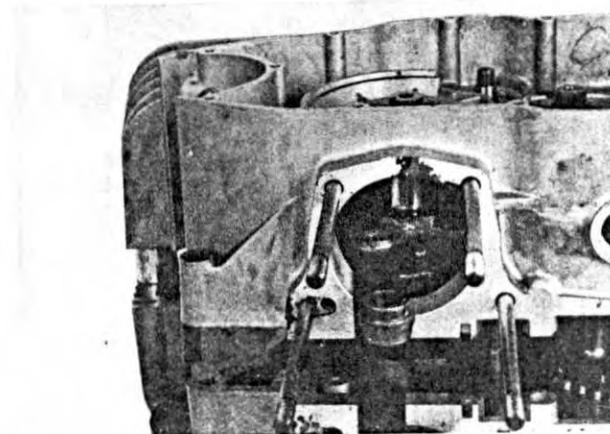

Fig. 124
**ATTENZIONE!** Per separare i due semicarteri, porre la biella come in fig. 124, in modo che il fusto possa passare attraverso l'apposita apertura nel semicarter.
**CAUTION!** When parting the cases, place the connecting rod as shown in fig. 124, so that the rod shank can pass through the opening in the crankcase.